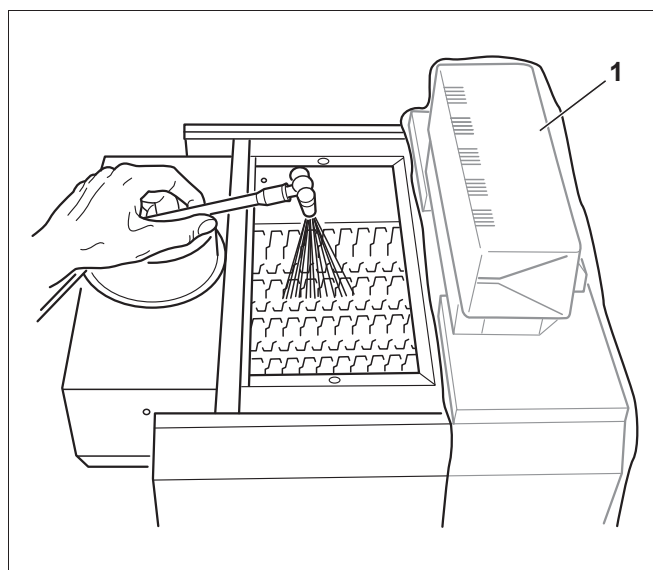

Рис. 40 Влажная чистка котла
- Накрыть систему управления пленкой (рис. 40, поз. 1). Не допускать попадания аэрозольного тумана в систему управления.
- Сверху распылить равномерно чистящее средство в газоотводящих каналах (рис. 40).